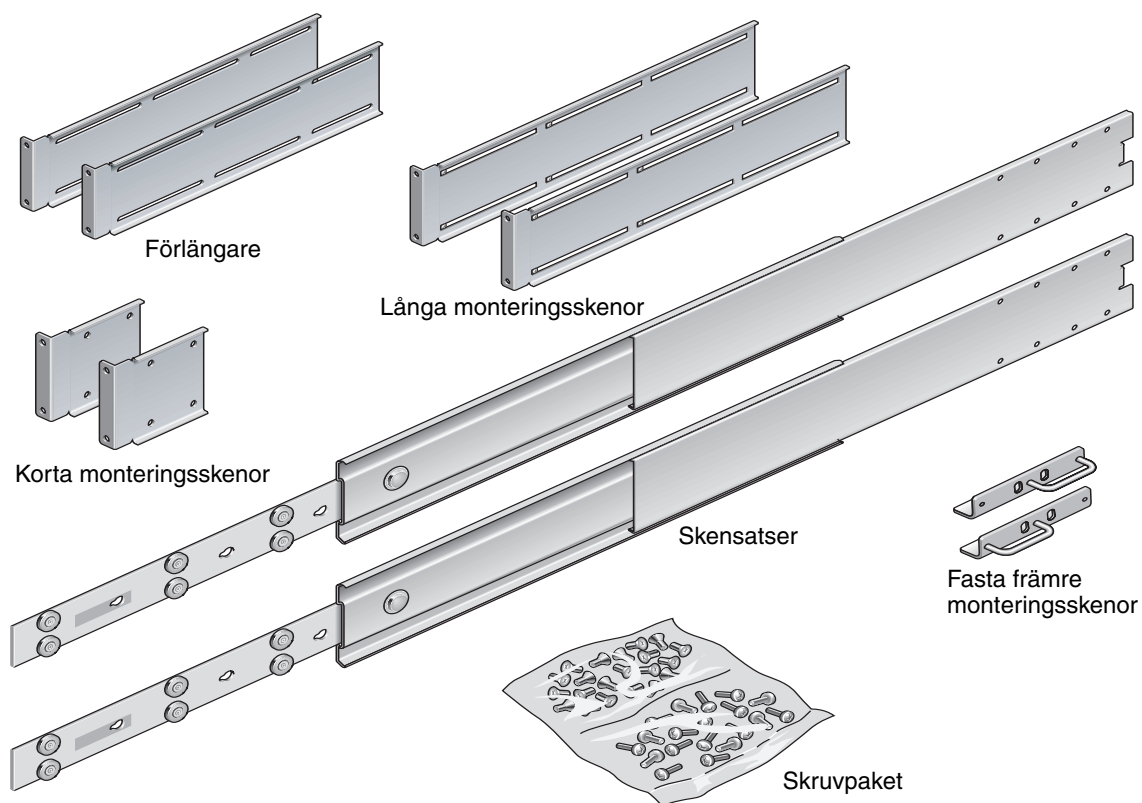

BILD 3-6 Innehåll i paketet för 19-tums 4-bensrack med skensats
1. Ta fram de fasta monteringskenorna och M5 x 8 mm flata stjärnskruvar från rackpaketet (BILD 3-6).
3. Ta fram skensatserna från rackpaketet (BILD 3-6).
6. Ta fram de korta och långa monteringskenorna från rackpaketet (BILD 3-6).